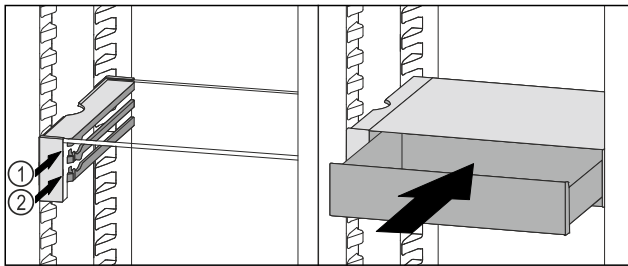

Fig. 43
- ▶ Встановити висувний ящик VarioSafe за стопорами на потрібне ребро Fig. 43 (1) або Fig. 43 (2).